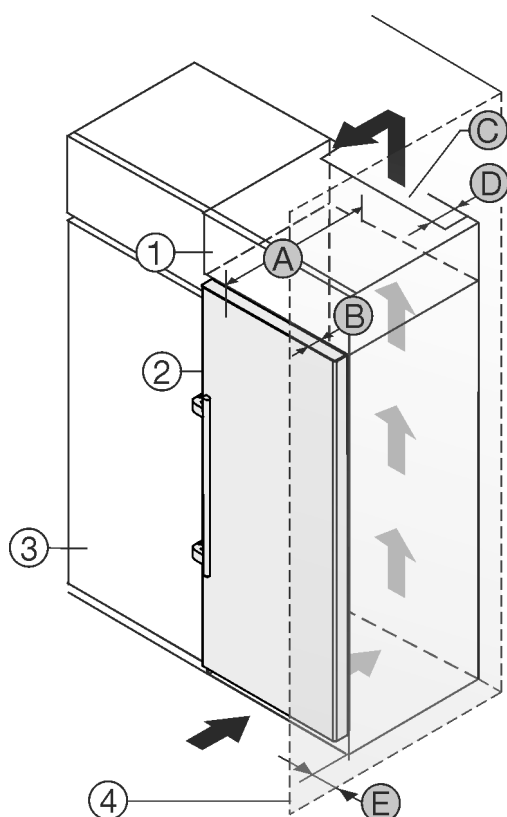

Fig. 2
Sie können das Gerät direkt neben dem Küchenschrank *Fig. 2 (3)* aufstellen.*
An der Rückseite des Aufsatzschrankes muss ein Abluftschacht mit der Tiefe *Fig. 2 (D)* über die gesamte Aufsatzschrankbreite vorhanden sein.*
Unter der Raumdecke muss der Entlüftungsquerschnitt *Fig. 2 (C)* eingehalten werden.*
Wenn Sie das Gerät mit den Scharnieren neben einer Wand *Fig. 2 (4)* aufstellen, dann muss der Abstand zwischen Gerät und Wand mindestens 57 mm betragen. Dies entspricht dem Griffüberstand bei geöffneter Tür.*
Damit Sie die Tür vollständig öffnen können, muss das Gerät um die Türtiefe *Fig. 2 (B)* gegenüber der Küchenschrankfront vorstehen. Abhängig von der Tiefe der Küchenschränke *Fig. 2 (3)* und Verwendung von Wandabstandshaltern kann das Gerät weiter herausragen.*